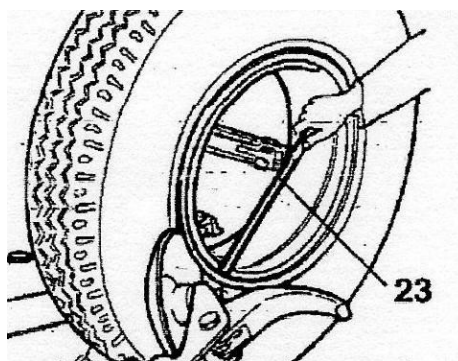

Рисунок 28
шины (Рисунок 28).
8.6.5 Повторите эту процедуру, но на этот раз поместите диск монтажного инструмента вплотную к разъёмному кольцу (Рисунок 28), пока высвобождается стопорное кольцо. Извлеките его с помощью специальной малой монтажной лопатки (поз. 23, Рисунок 28). Если вышеописанная операция не удалась, подцепите монтажной лопаткой разъёмное кольцо, в образовавшийся зазор разместите диск монтажного инструмента, аккуратно вращая колесо по или против часовой стрелки добейтесь демонтажа разъёмного кольца.